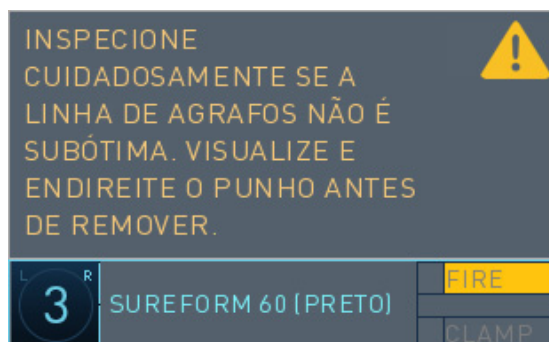

Figura 2.19 Inspeção da Linha de Grampeamento
- Quando o disparo for concluído, examine a linha de grampeamento resultante (Figura 2.19).